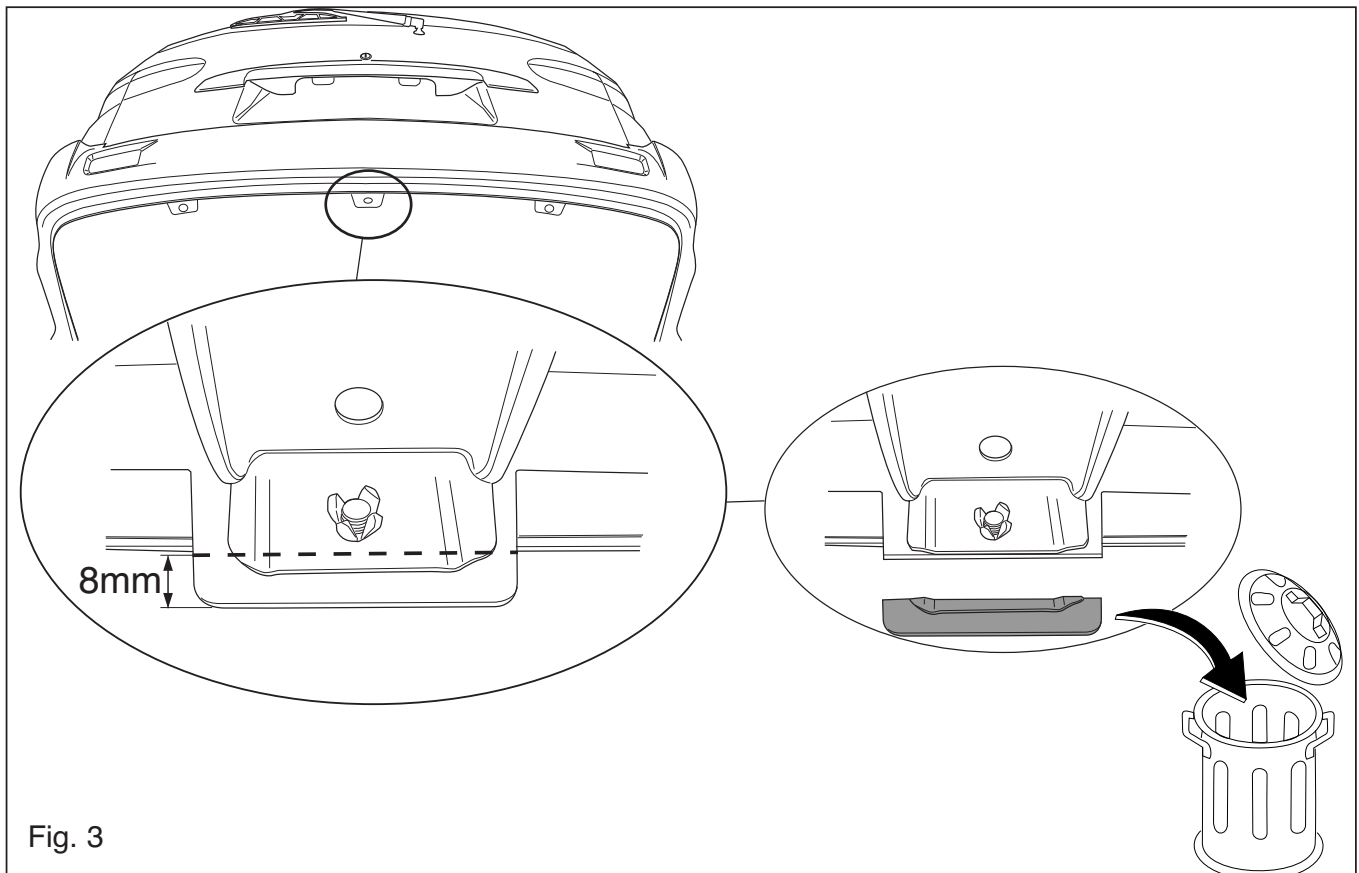

Fig. 3
1. Remove the spare wheel. Fit the angle sections (A) in the threaded holes (B) which are located on the bottom of the left and right chassis. Remove the sealant. Fasten the four M12x1,25x 30 bolts with spring and flat washers at points (B).
3. **Please note, if necessary:** On the underside of the middle of the bumper, saw out a portion measuring 55mm wide and 70mm deep, if necessary. **Please note, if necessary:** Saw out a portion as shown in figure 3.
- Hinweis (soweit erforderlich):** Auf der Unterseite der Stoßstange in der Mitte einen 55 mm breiten und 15 mm tiefen Teil heraus schneiden. **Hinweis (soweit erforderlich):** Gemäß Abb. 3 einen Teil heraussägen. **Gilt nur für SWB:** Die Kupplungskugel mit Halterung anlegen und bei den Punkten G mit Hilfe von vier M12x35-Schrauben einschließlich Federringen und Muttern befestigen. Bei den Punkten F vier M12x35-Schrauben einschließlich Federringen und Muttern anbringen. Die Muttern ein paar Umdrehungen anziehen. **Gilt nur für LWB:** Für Modelle bis 2002 muss die Ersatzradaufhängung entfernt werden. Die Kupplungskugel mit Halterung anlegen und bei den Punkten H mit Hilfe von vier M12x35-Schrauben einschließlich Federringen und Muttern befestigen. Bei den Punkten F vier M12x35-
Attention, si nécessaire: Scier une partie indiquée conformément à la figure 3.